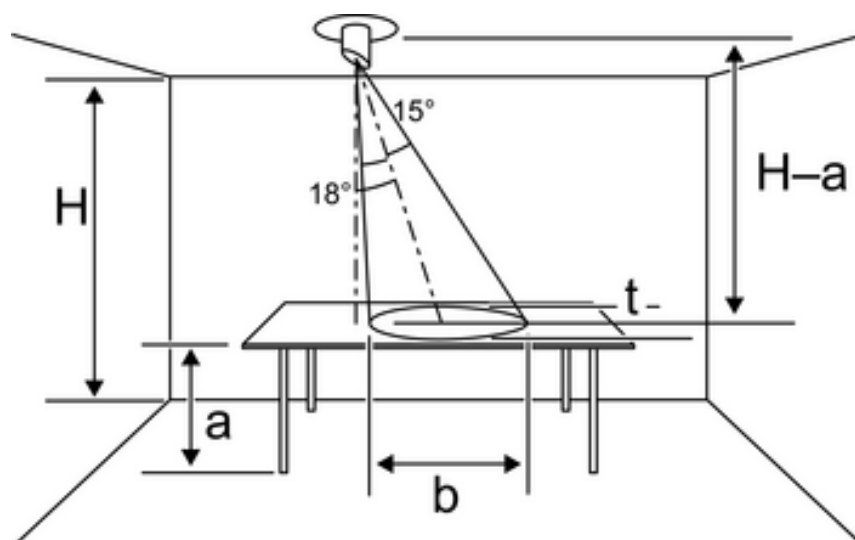

Figura 4: Barra conduttrice con incidenza di luce diagonale
- Se non è possibile eseguire il montaggio direttamente sopra la superficie di lavoro, montare il regolatore di luminosità spostandolo di lato (figura 4). Il cono di rilevamento risulta spostato lateralmente rispetto alla superficie da misurare.
Il regolatore è posizionato lateralmente sopra la superficie di lavoro (figura 4).
- Inserire la barra fotoconduttrice con incidenza di luce diagonale (7) per ca. 10 mm nell'apertura del sensore (8).
- Regolare la barra fotoconduttrice (7) in modo tale che il lato più lungo della barra sia rivolto verso la superficie di lavoro da misurare (figura 4).
- i** Se si utilizza la barra fotoconduttrice con incidenza di luce diagonale (7), occorre calibrare il regolatore.